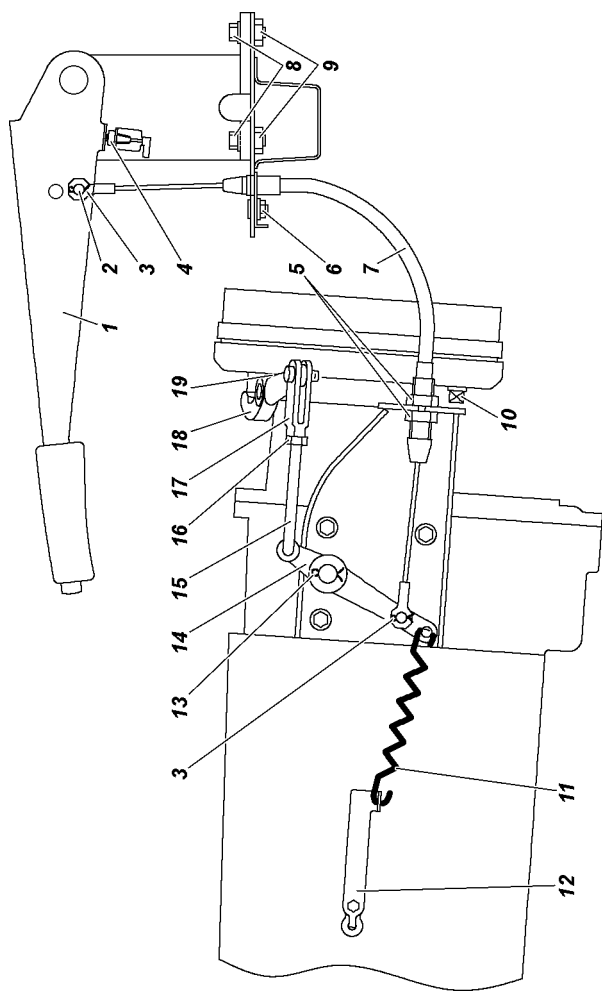

Рис. 9.38. Привод стояночного тормоза трансмиссионный:
Трансмиссионный стояночный тормоз, действующий на трансмиссию (рис. 9.38).
2. Переместите рычаг стояночного тормоза 1 (рис. 9.38) в крайнее нижнее положение.